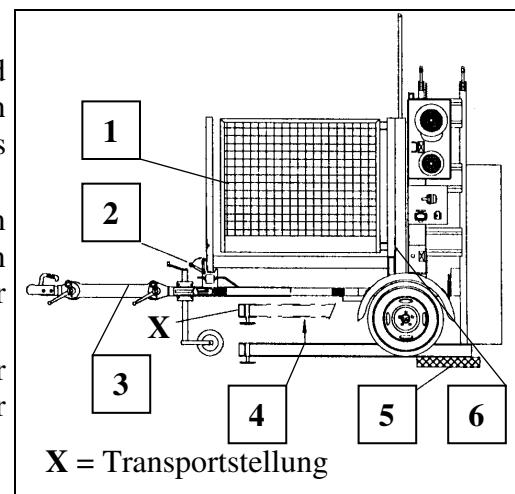

Fig. 20 Transportanhänger beladen
- Am Boden unter das Fußteil unterhalb des Grundmastes lastverteilende Unterlagen (siehe Fig. 20 Pos. 5) legen.
- Der Schlüsselschalter an der Bühnensteuerung muss nach unten (0) gedreht und abgezogen sein und das Schiebeblech über der Steuerung geschlossen.
- Transportbühne vom Anhänger lösen, indem die Augenschraube (siehe Fig. 20 Pos. 2) losgedreht und weggeschwenkt wird. Die Verriegelung (6) öffnen.